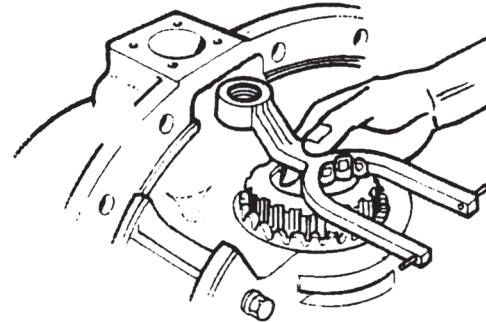

Figura 134
5. Instale la horquilla de bloqueo en su posición de montaje en la caja del diferencial. Figura 134.